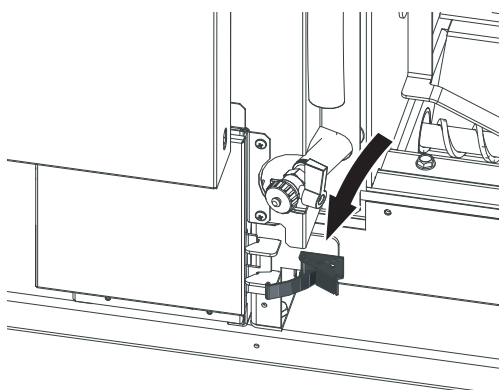

Fig. 46 Spannbügelverschluss öffnen
- ▶ Rechten unteren Spannbügelverschluss lösen – Fig. 46.